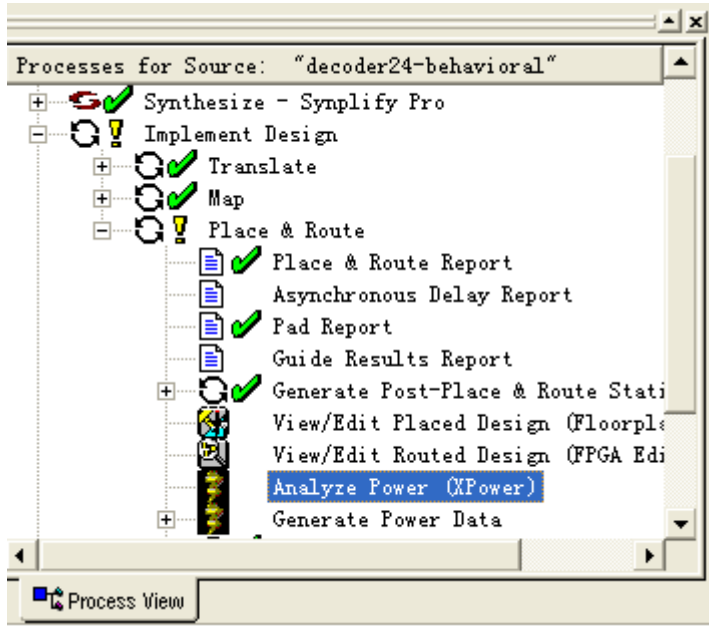

图 10-3-5
- 6、 接下来就要进行功耗分析了，首先在 Sources in Project 窗口中选中 decoder24-behavioral(top.vhd)，然后在 Process for Source: “top\_tbw” 窗口中双击 Analyze Power(XPower)，如图 10-3-5 所示，这时候会出现 XPower 主界面，